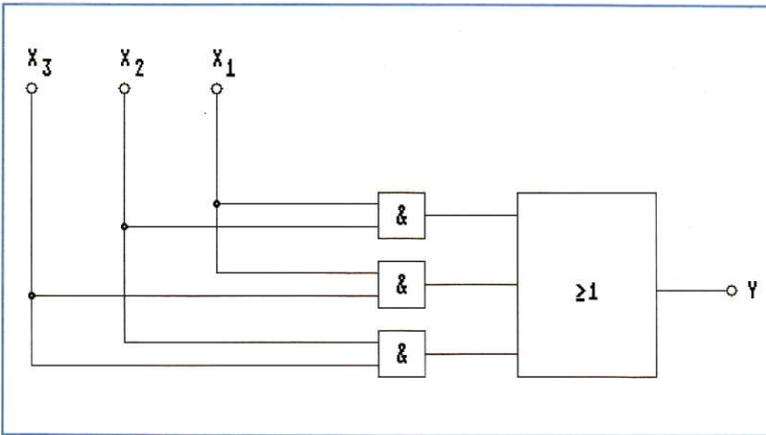

Bild 4: Blockbildarstellung von Glg.(11)
führt. Wir sehen, daß Glg.(11) gegenüber Glg.(2) deutlich vereinfacht ist, was sich auch im Blockschaltbild (siehe Bild 4) durch einen reduzierten Schaltungsaufwand bemerkbar macht.